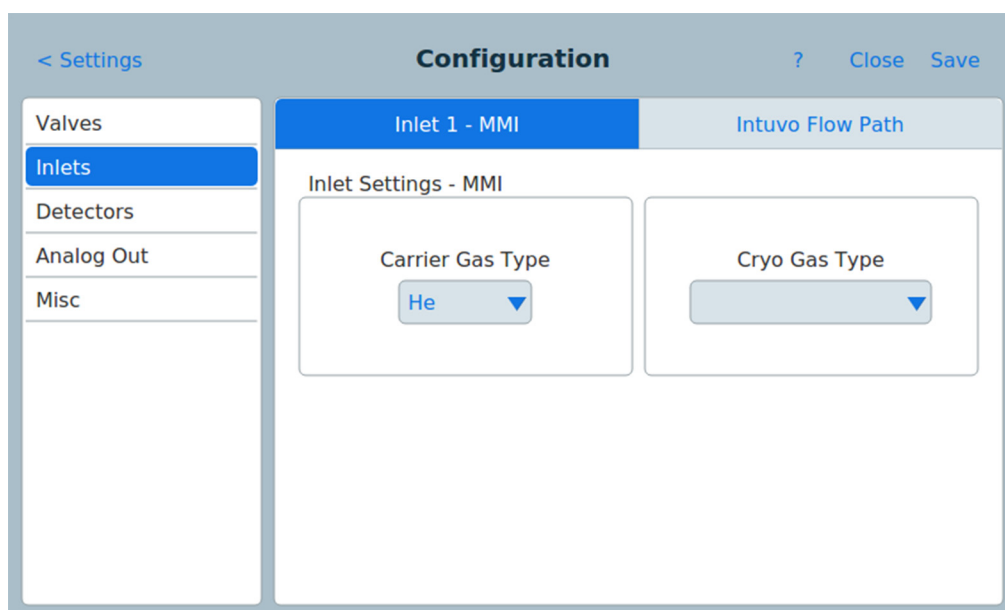

Figura 56 Pagina iniettori
- 3 Premere il tipo di dispositivo **Valves** dall'elenco a sinistra dello schermo. Le proprietà per il tipo di dispositivo selezionato appaiono a destra dello schermo. Vedere Figura 56.